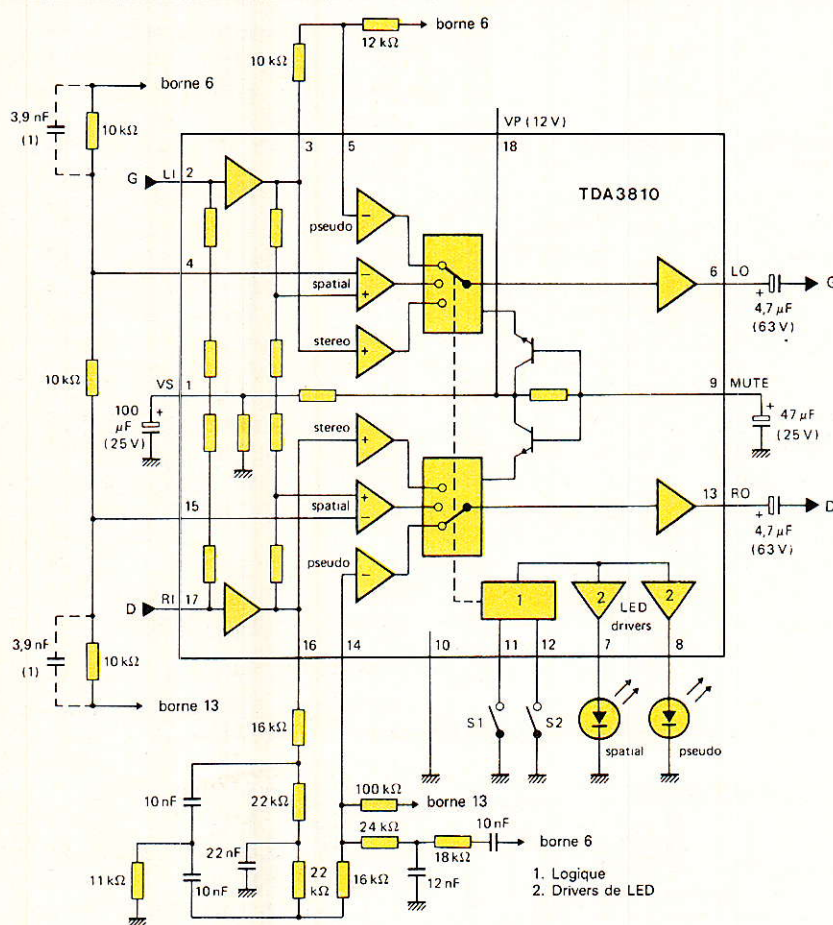

Figure 4 - Schéma de principe du truqueur RTC TDA 3810 toutes options.
C'est le seul qui marche, bien qu'il en existe un autre dans la documentation du TDA 3810. On le voit en **figure 4** assez clairement, ce n'est pas vraiment clair.
Au point 180°, les voies D et G sortent des tensions en opposition de phase totale, et ceci s'opère vers 750 Hz (environ) avec les valeurs du schéma de la **figure 4**. Le condensateur de 12 nF permet simplement de déplacer ce point vers 700 Hz (environ) avec 15 nF en lieu et place.
Sur le schéma de la **figure 4** apparaissent des condensateurs de correction de l'aigu pour le mode « spatial » qui sont en pointillé avec mention (1). Notre circuit improvisé se voulant universel les a prévus, mais nos essais montrent que s'ils sont placés ($3,9 \text{ nF} = 3,3 \text{ nF} + 680 \text{ pF}$) et bons pour la stéréo spatiale, ils font **osciller** la stéréo normale...